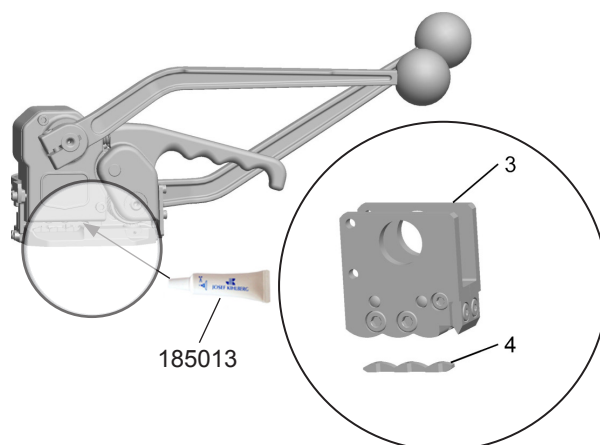

Fig. 16
- Matrize (Fig. 16/3) und Stempel (16/4) mit Druckluft oder einer kleinen Stahlbürste reinigen. Beim Ausblasen, Schutzbrille tragen! Tipp: Bei starker Verschmutzung kann ein Lösungsmittel verwendet werden.